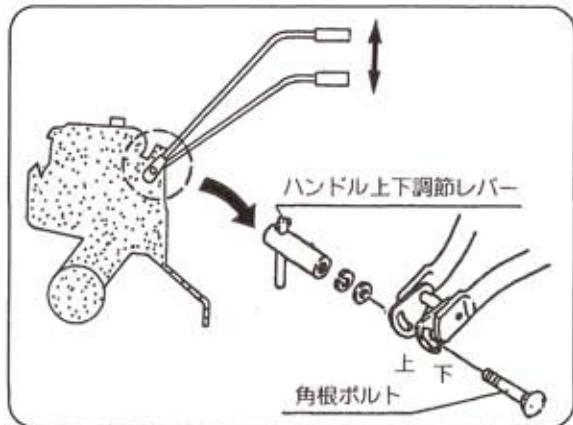

図19
① 運転者にあわせてハンドルをあわせることができ、常に楽な姿勢で運転ができるようになっています。高さの調節はハンドル上下調節レバーを緩めて角根ボルトを上下に差し替えてください。(図19)